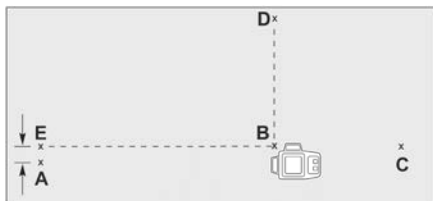

Рисунок 12
3.9.5 На позначці «В» поверніть лазерний рівень таким чином, щоб лінія, спроектована переднім вертикальним променем проходила через точки «В» і «Д». На спроектованій бічній вертикальній променем лінії позначте точку «Е» (дивіться рисунок 12).